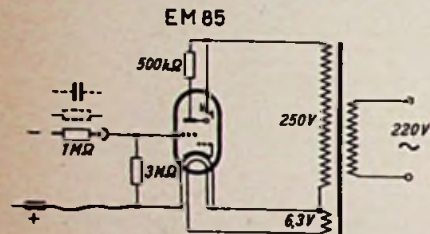

Bild 1. Schaltung des „magischen“ Röhren-Voltmeters
Wie die Schaltung in Bild 1 zeigt, wird als Anzeigeröhre die EM 85 verwendet. Ihr Netzteil kann äußerst einfach aufgebaut werden, da weder Gleichrichtung noch Glättung des Anodenstromes notwendig sind. Der Leuchtschirm der Röhre zeigt die Spannung jedesmal an, wenn die positive Halbwelle an der Anode liegt, und zwar deren
1) In der hier gewählten Schaltung Bild 1 für den Meßbereich 0...35 V.